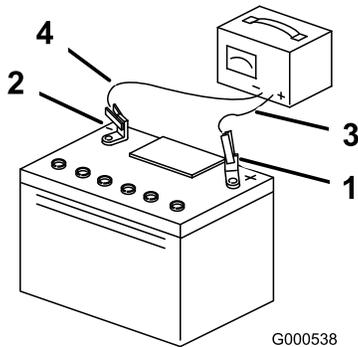

Figure 51
4. Quand la batterie est chargée au maximum, débranchez le chargeur de la prise, puis débranchez les fils du chargeur des bornes de la batterie (Figure 51).